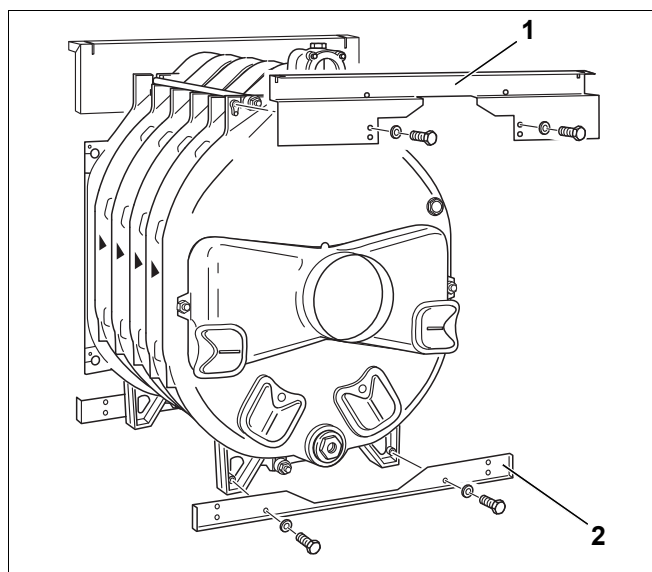

Рис. 31 Монтаж задних траверс
- ▶ Зафиксируйте верхнюю заднюю поперечную траверсу (рис. 31, [1]) на литом выступе и закрепите болтами (М 8 х 15) на задней секции. Отбортовка верхней поперечной траверсы должна быть направлена **вперед**.
- ▶ Закрепите нижнюю поперечную траверсу (рис. 31, [2]) двумя болтами (М 8 х 15) на ножках задней секции. Отбортовка нижней поперечной траверсы должна быть направлена назад.